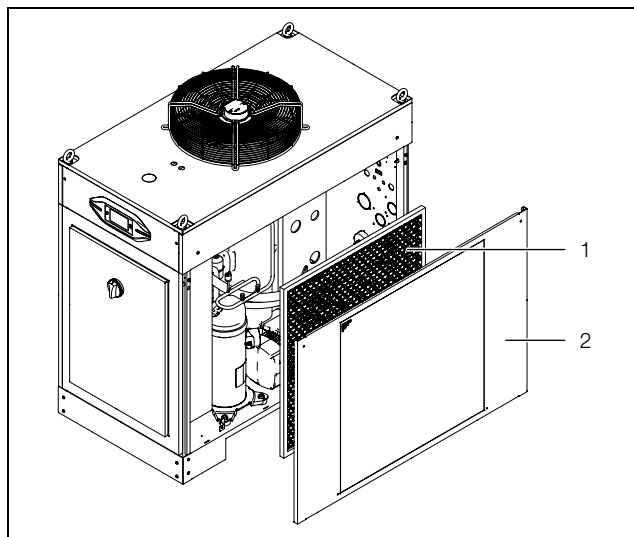

Fig. 20 : démonter le panneau latéral
- Démontez le panneau latéral (fig. 20, pos. 2) du refroidisseur d'eau et le déposer dans un endroit sûr.
- Insérer le filtre métallique (fig. 20, pos. 1) dans le cadre prévu à cet effet à l'intérieur du panneau latéral et le fixer.